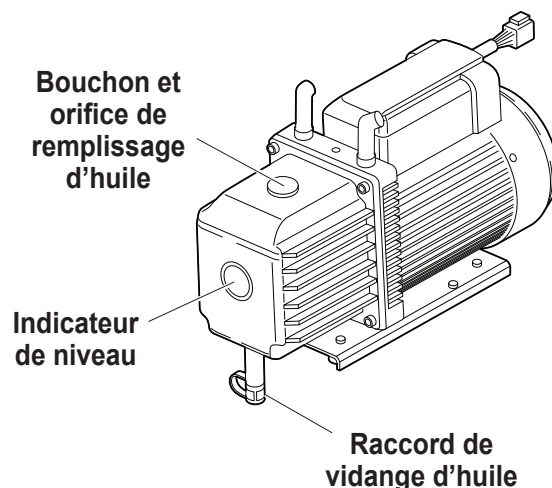

Figure 11
4. Ouvrez lentement le bouchon de remplissage d'huile pour vérifier qu'il n'y a pas de pression dans la machine. Enlevez le bouchon avec précaution. Reportez-vous à la Figure 11.